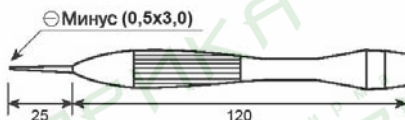

Рисунок 1
10.3. Подключение и регулировку блока производить заводским стандартным инструментом (отвертка – 0,5x3,0 - рисунок 1).